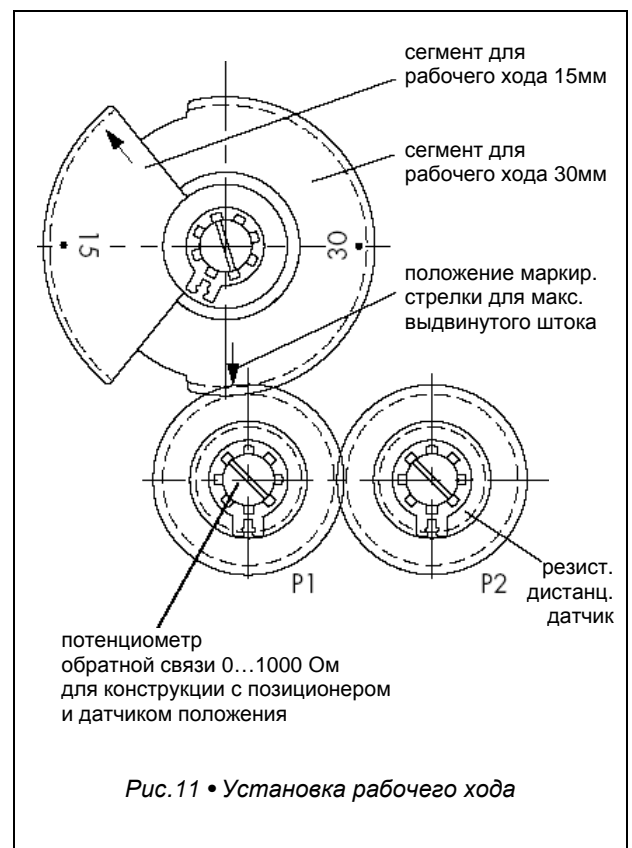

Рис. 11 • Установка рабочего хода
3. В зависимости от величины рабочего хода (15мм или 30мм) поворачивать соответствующий сегмент зубчатого колеса на его оси так, чтобы стрелка маркировки установилась над местом зацепления зубчатых колес (рис. 11).
4. В зависимости от величины рабочего хода (15мм или 30мм) поворачивать соответствующий сегмент зубчатого колеса на его оси так, чтобы стрелка маркировки установилась над местом зацепления зубчатых колес (рис. 11).
В зависимости от исполнения привод может оснащаться одним или двумя дистанционными потенциометрическими датчиками (рис. 11). В приводах с позиционером или датчиком положения один из потенциометров (P1) служит для внутренней обратной связи и его сопротивление не может использоваться в качестве выходного параметра.
2. В зависимости от величины рабочего хода повернуть сегмент зубчатого колеса (на 15мм или на 30мм) так, чтобы маркированная стрелка расположилась над точкой зацепления зубчатых колес (рис. 11).